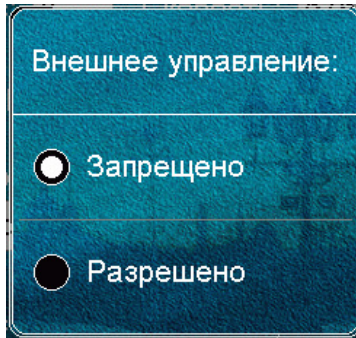

Рис. 22 Меню разрешения/запрещения внешнего управления
- Внешнее управление – данный параметр определяет, разрешено ли управление изделием через интерфейсы RS-485 и Ethernet. Выбор опции производится в экранной форме (см. Рис. 22), появление которой инициируется нажатием на заполняемую строку.